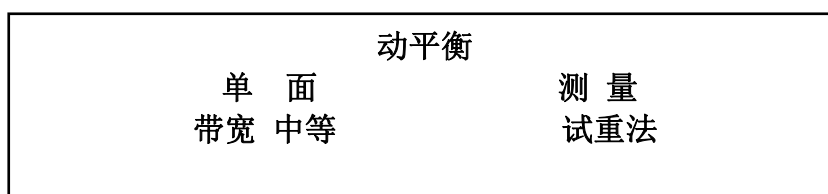
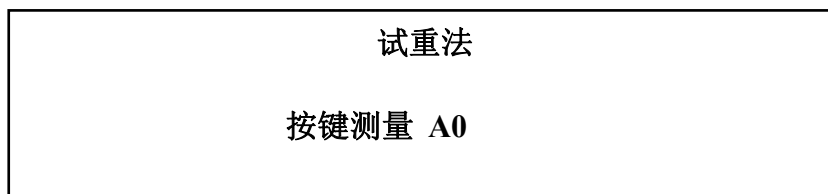

图 4-6
图 4-7
按|执行|键，屏幕进入动平衡菜单，如图 4-6。
● “带宽”：动平衡滤波带宽。在图 4-6 中，将光标移动到<带宽>，按|+|键，可以选择带宽分别为窄带(0.2Hz)、中等(1Hz)、宽带(5Hz)。
(1) 在图 4-6 状态下，按|执行|键，屏幕显示如图 4-7
选择“继续”，按|执行|键，则屏幕显示如图 4-7。
（1）在动平衡菜单（图 4-6）中，将光标移动到<单面>，按动|+|键将其变换成<双面>，如图 4-14。
(1) 在动平衡菜单 (图 4-6) 下, 将光标移动到<试重法>选项, 按|+|键, 使之变为<系数法>, 如图 (4-27)。